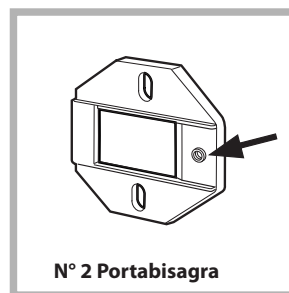

Fig. 1
- Montar los soportes cremallera en la parte frontal posicionando el orificio indicado con una flecha en la fig. 1 hacia adentro de la cara interponiendo una riostra (fig. 4/B), empleando los tornillos tipo C.